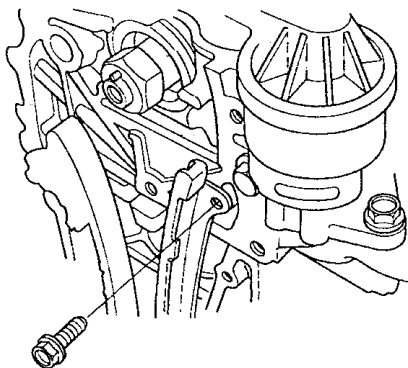

图 2-92 拆卸紧固正时链导板固定螺栓
29) 如图 2-92 所示, 拆除紧固正时链导板的一个螺栓。